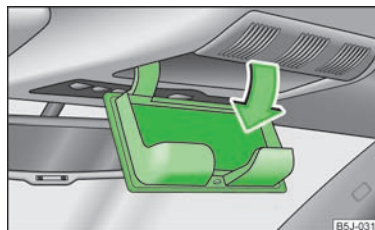

Abb. 66
- › Auf den Deckel des Brillenfachs drücken, das Fach klappt herunter » Abb. 66.